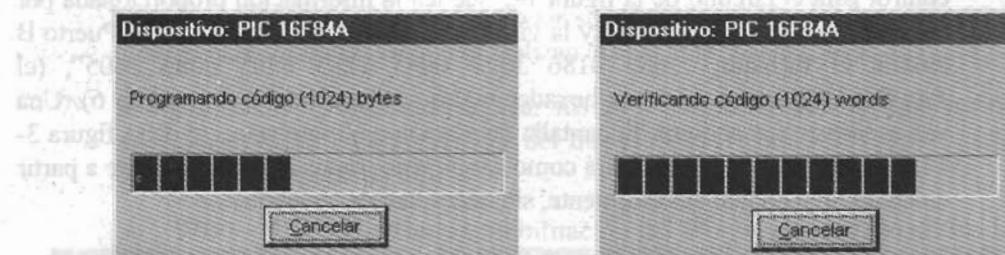

Figura 3-16 Pantallas que aparecen durante el proceso de programación y verificación
- 10º El proceso de grabación se irá mostrando, tal como puede apreciarse en la figura 3-16. El tiempo empleado en la grabación del PIC16F84A dependerá de la rapidez del ordenador con el que se esté trabajando.
- 11º Una vez terminada la programación se procederá automáticamente a la verificación de los datos escritos en el chip, informando de este proceso con una pantalla como la que se muestra en la figura 3-16. De este modo, asegura que la programación del dispositivo ha sido efectuada correctamente.